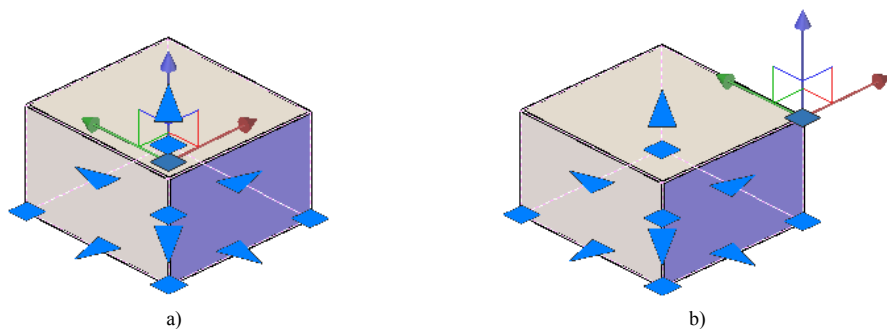

图 7-30 小控件重新定位
5) 重新定位小控件：将小控件移动到新的指定点。默认情况下，小控件最初置于选择集的中心位置。但是，可以将其重新定位在三维空间中的任意位置，方法是单击小控件的中心框，在其成为红色后移动光标，此时光标即小控件，到合适的位置单击鼠标左键，确定新的修改基点。如果选中“重新定位小控件”，其效果与单击小控件的中心框后移动光标一样，只是中心框仍是蓝色。重新定位小控件时要获得准确位置，可结合对象捕捉来定位夹点中心框。此行为相当于在用户移动或旋转选定对象时临时更改 UCS 的位置。图 7-30 是将小控件从长方体的默认位置重新定位于长方体右上角点的效果。
实际使用小控件时，根据需要可重新定位小控件于三维空间的合适位置（如图 7-30 是将小控件重新定位于长方体右上角点的效果），同时注意到小控件对齐到“世界 UCS”、“当前 UCS”还是“面”。